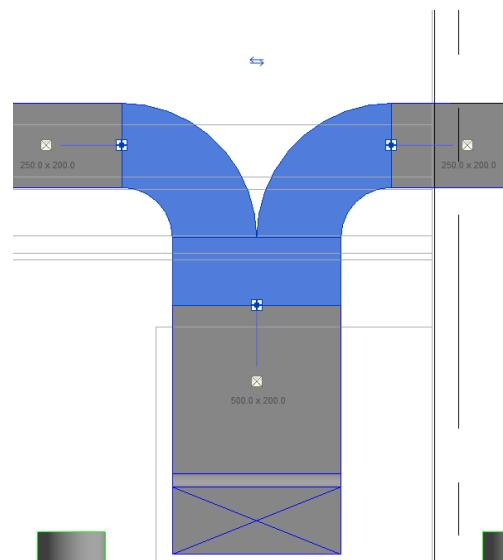

Figura 5.157
6. Allineate il Giglio con i due rami della rete di mandata aria e collegatevi i Condotti, sempre trascinando le estremità dei Condotti nel Connettore del Giglio (Figura 5.157).